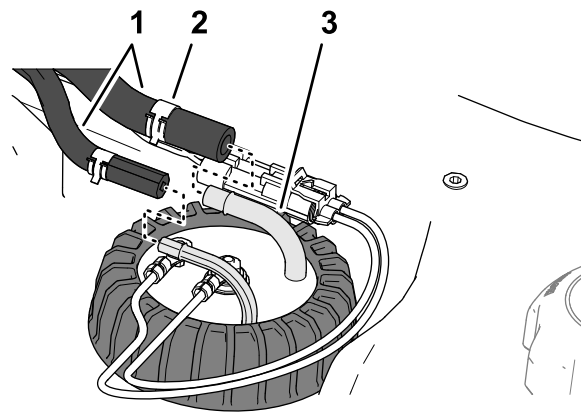

図 120
4. 燃料センダの機体内側にあるフィッティングにホースを固定しているクランプを外してフィッティングからホースを取り外す **図 120**。